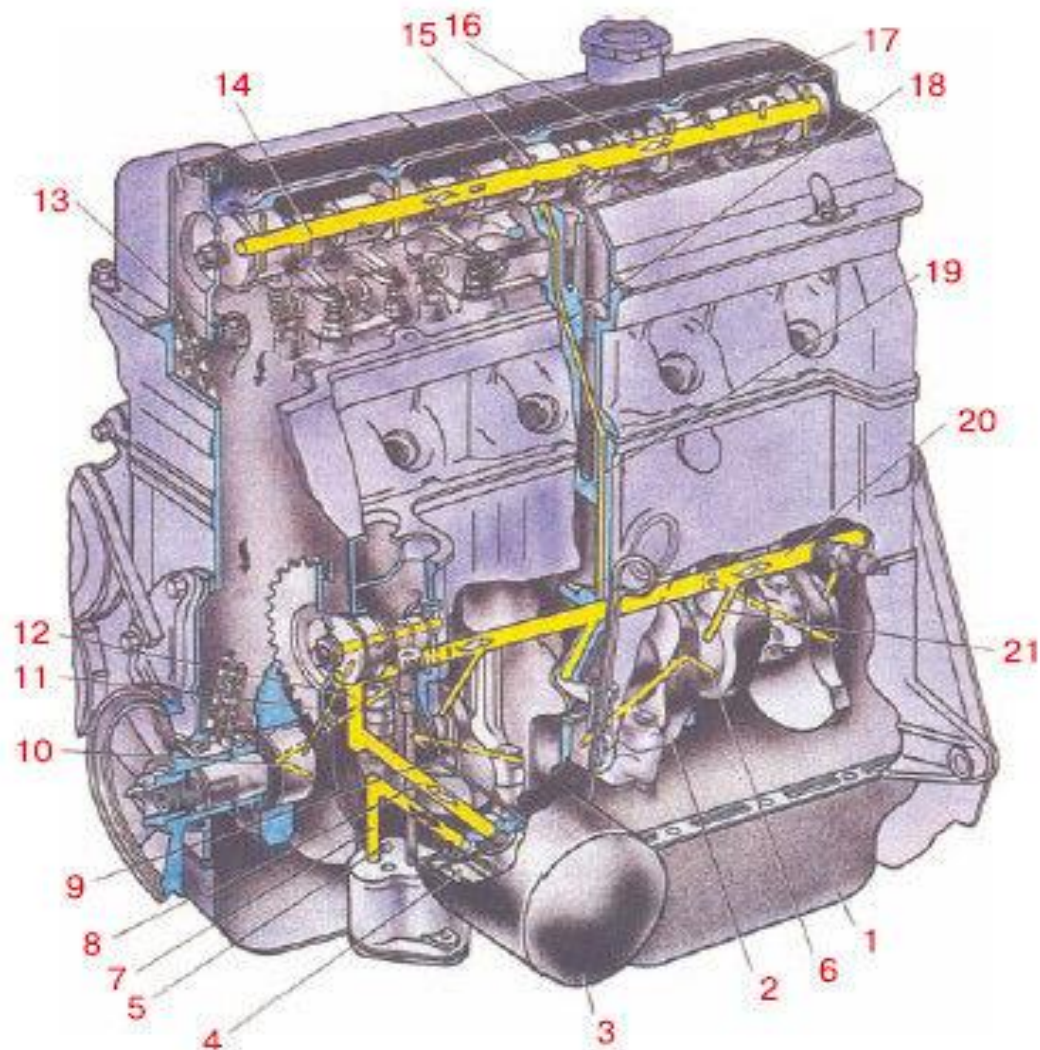

Рис. 2.23. Система смазки двигателя:
- Система смазки двигателя легкового автомобиля состоит из следующих основных элементов (рис. 2.23):